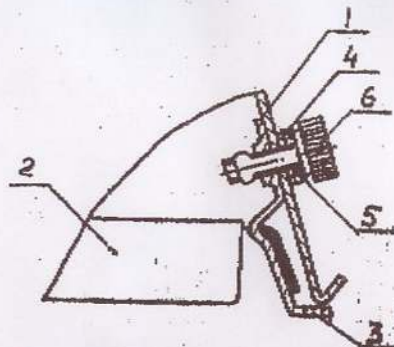

Рис. 13. Крепление решетки экранирующей к отражателю; 1. Отражатель; 2. Решетка экранирующая; 3. Скоба; 4. Шайба специальная; 5. Пружина; 6. Винт специальный
6.7. Закрепите экранирующую решетку (рис. 5 и 6 приложение А) на отражателе с помощью винтов поз. 6 и скоб поз. 3 (рис. 13 приложение Б).